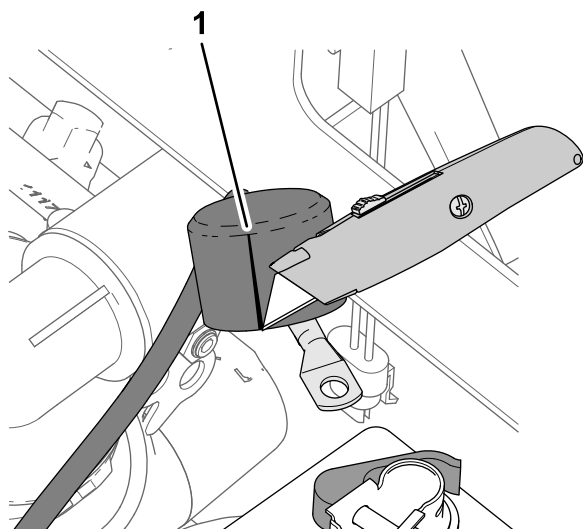

Figure 212
1. Placez le capuchon isolant du câble positif de la batterie relié au démarreur, comme montré à la Figure 212.